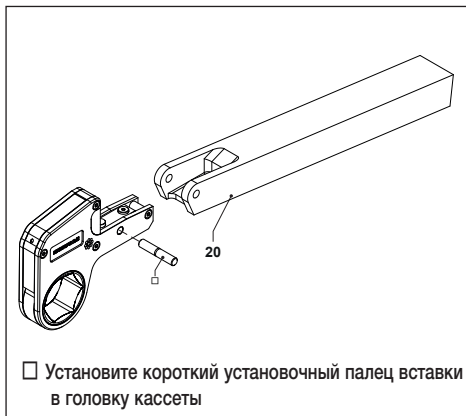

Рис. 6
3.4.1 Присоединение удлиненного опорного рычага серии WTE (рис. 6)
- Установите кассету в прорезь удлиненного опорного рычага серии WTE (20), совместив отверстия в рычаге с отверстиями в кассете.